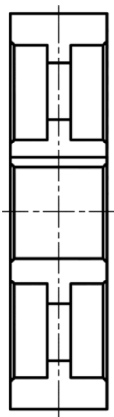

图 13-69 在右边的视图中绘制倒角对应的轮廓线
19) 根据两个视图间倒角的对应关系, 在右边的一个视图中绘制相对应的圆形轮廓线, 如图 13-69 所示。可以使用 OFFSET 命令, 也可以使用 CIRCLE 命令并灵活应用“对象捕捉”和“对象捕捉追踪”等功能辅助来完成。